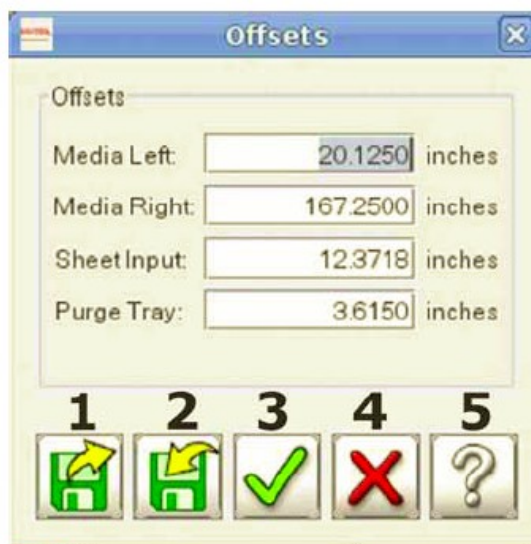

Рисунок 4-15: Меню Setup – значения офсетов (Offset values)
5. Когда будет инициализирована печать, лист материала вдвинется внутрь машины на специальную дистанцию которая соответствует установленной в регулировке **Sheet Input Offset**, Рисунок 4-15 страница 79 и Рисунок 4-18 страница 82.